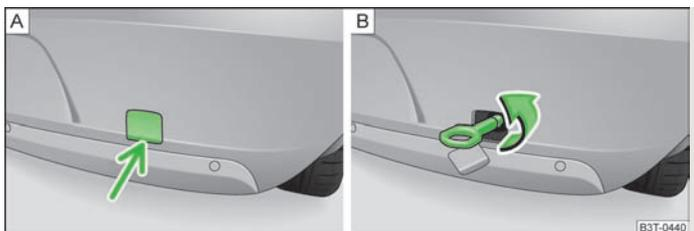

Fig. 185 Pára-choques traseiro: desmontagem da tampa / montagem do anel de reboque
- Carregue na parte inferior da tampa, no pára-choques traseiro » Fig. 185 - e retire-a.
- Enrosque, manualmente, o anel de reboque para a esquerda, até ao batente » Fig. 185 - e aperte-o tanto quanto possível. Para o aperto, recomendamos que utilize, p. ex., a chave de rodas, o anel de reboque de outro veículo ou um objecto semelhante, que possa passar pelo anel.